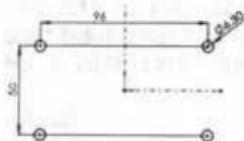
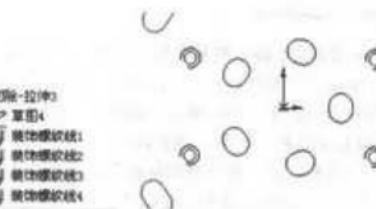

图 11-10 创建螺纹孔
图 11-11 插入装饰螺纹线
(1) 单击圆盘面, 使其成为草图绘制平面。单击标准视图工具栏中的 \odot (正视于) 工具, 并单击 \square (草图绘制) 工具, 进入草图的绘制模式。
(2) 单击草图工具栏中的 \odot (圆) 工具、 \odot (中心线) 工具、 \odot (智能尺寸) 工具, 绘制如图 11-10 所示的草图。
(3) 单击特征工具栏中的 \square (拉伸切除) 工具, 显示“切除 - 拉伸 3”属性管理器, 在“终止条件”选项框中选择“完全贯穿”, 单击 \checkmark (确定) 按钮, 生成“切除 - 拉伸 3”特征, 完成螺纹孔的切除。
(4) 插入装饰螺纹线。依次选择 4 个孔的边线, 单击菜单栏中的“插入” \rightarrow “注解” \rightarrow “装饰螺纹线”命令, 显示“装饰螺纹线”属性管理器, 在“终止条件”选项框中选择“成形到下一面”, 并在“次要直径”文本框中输入 10mm, 单击 \checkmark (确定) 按钮, 结果如图 11-11 所示。